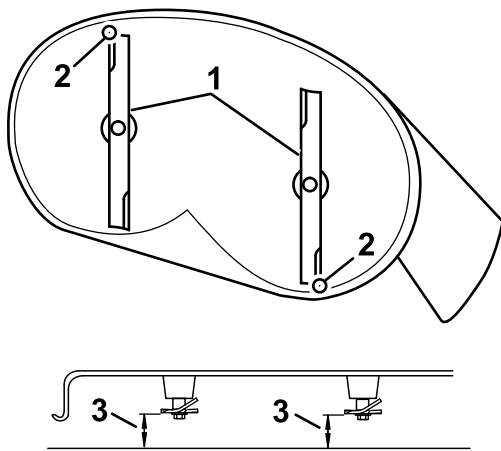

図 61
- 注意深くブレードを回転させて、ブレードを前後方向に向ける 図 61。
- 前方のブレードの前端の刃先から平らな床面までの距離を測定する。同様に、後方のブレードの後端の刃先から平らな床面までの距離を測定する 図 61。